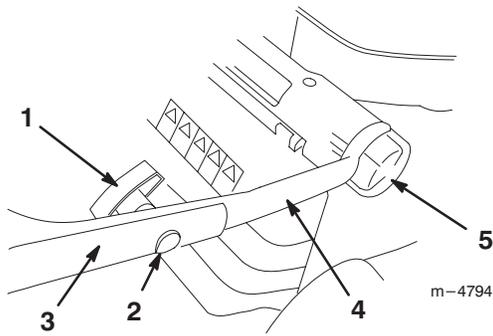

Abbildung 2
1. Die Einstellknöpfe für die Griffstangenhöhe lösen und die untere Griffstange zur Hinterseite des Rasenmähers drehen, bis sie wie in Abbildung 2 auf Seite 9 gezeigt in einer der Griffstangenhöheneinstellungen sitzt. Siehe dazu "Einstellung der Griffstangenhöhe" auf Seite 9.
3. Den oberen Griffstangenteil mit den Linsenschrauben und den Griffstangenknöpfen wie in Abbildung 2 gezeigt am unteren Griffstangenteil anbringen. **Die Griffstangenknöpfe fest anziehen.**
Die Griffstange kann auf drei Positionen eingestellt werden: hoch, mittel und tief (Abb. 2). Wählen Sie die Position, die für Sie am bequemsten ist.